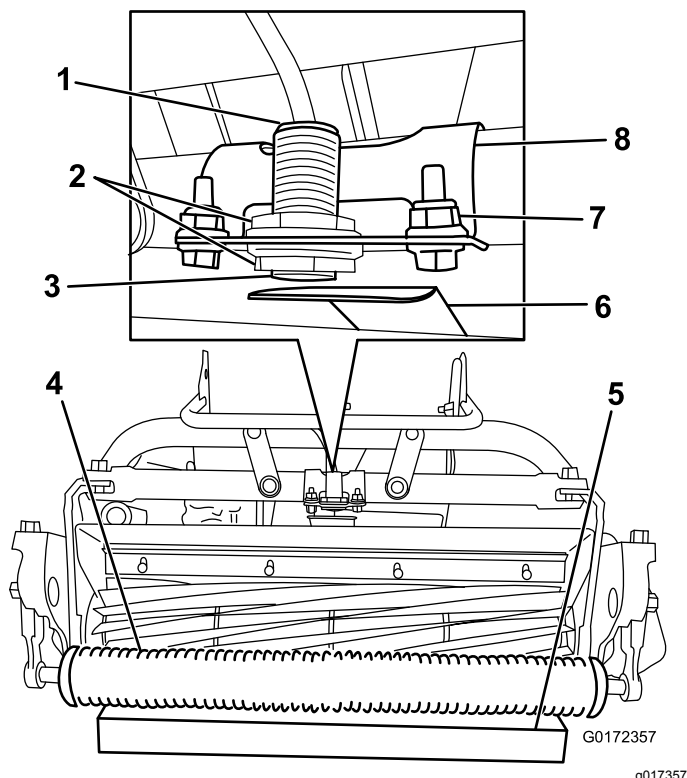

Figura 17
2. Desaperte as porcas de retenção no sensor e ajuste o sensor de forma a que 1 rosca esteja visível fora da porca de retenção inferior (Figura 17).
4. Coloque um bloco de 3,8 cm sob o rolo frontal da unidade de corte (Figura 17).
5. Desaperte as fixações que fixam o suporte do sensor à estrutura (Figura 17).
8. Rode o suporte do sensor para a placa alvo até a luz na parte superior do sensor acender (Figura 17). Se a luz já estiver acesa, rode-o e afaste-o da placa alvo até apagar e, em seguida, na direção oposta até acender novamente.